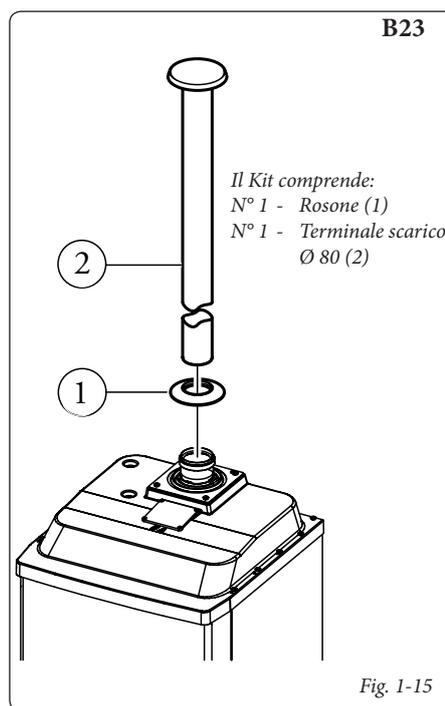

Fig. 1-15
- Kit scarico Ø 80 verticale. Questo kit consente l'aspirazione dell'aria dall'ambiente e lo scarico dei fumi direttamente all'esterno del locale in senso verticale (Fig. 1-15 ÷ 1-17).
Montaggio kit (Fig. 1-15): installare il terminale Ø 80 (2) sul foro centrale della caldaia sino a battuta, accertandosi di avere già inserito il rosone (1), in questo modo si otterrà la tenuta e la giunzione degli elementi che compongono il kit.